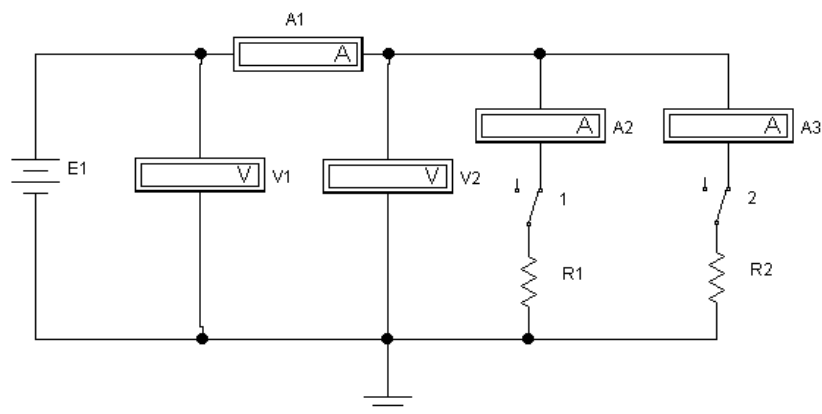

Рис. 1. Схема измерений напряжения и силы постоянного тока
Записать уравнения Кирхгофа и Ома для исследуемой схемы (Рис. 1).
1. Собрать в программном пакете **Electronics Workbench** схему исследования (см. Рис. 1).
5. Оценить результат измерения в соответствии с методикой, изложенной в пункте 4 кратких теоретических сведениях (формулы (9)–(13)).